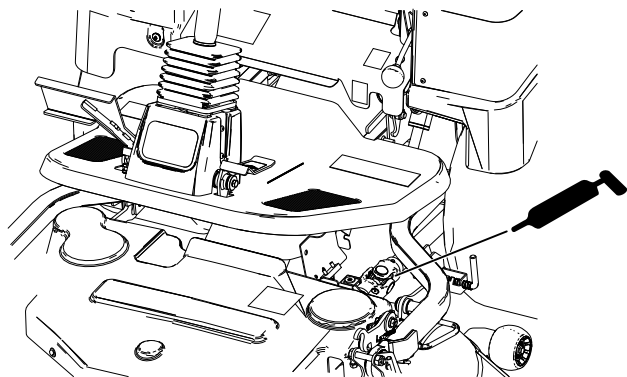

図 46
- 刈り込みデッキのギアボックス部の駆動シャフトの前側 U ジョイント 図 46。